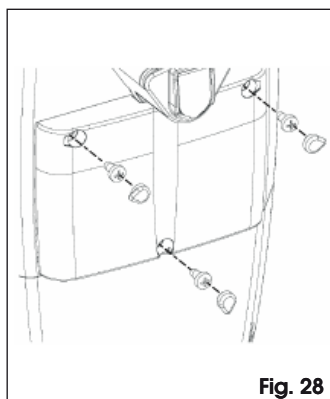

Fig. 28
• Sluit, zodra de programmering van de besturingseenheid is voltooid en na te hebben gecontroleerd of het automatisch systeem goed werkt, de centrale ruimte met de drie bijgeleverde schroeven, en zet de doppen erop zoals aangegeven in Fig. 28.